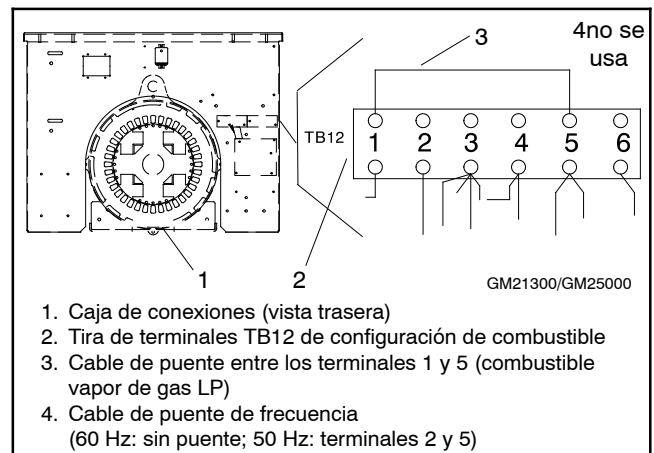

Figura 9-39 Cable de puente de configuración de combustible (Combustible LP, Modelo 60 Hz, 80 kW [-125 L])
- Remover el panel lateral derecho de la caja de conexiones y ubicar la tira de terminales TB12 de configuración de combustible. Consulte la Figura 9-39.
- Adjuntar un cable de puente 18ga. suministrado por el usuario entre los terminales 1 y 5 (combustible vapor de gas LP). Consultar la Figura 9-39 para los requisitos del cable de puente de frecuencia.